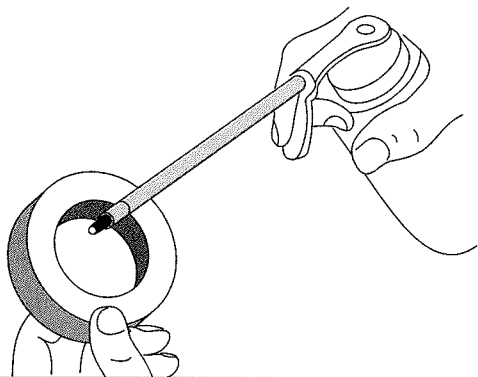

Fig. 26
4. Applicare una quantità di olio sufficiente a rivestire leggermente il filtro (Fig. 26).